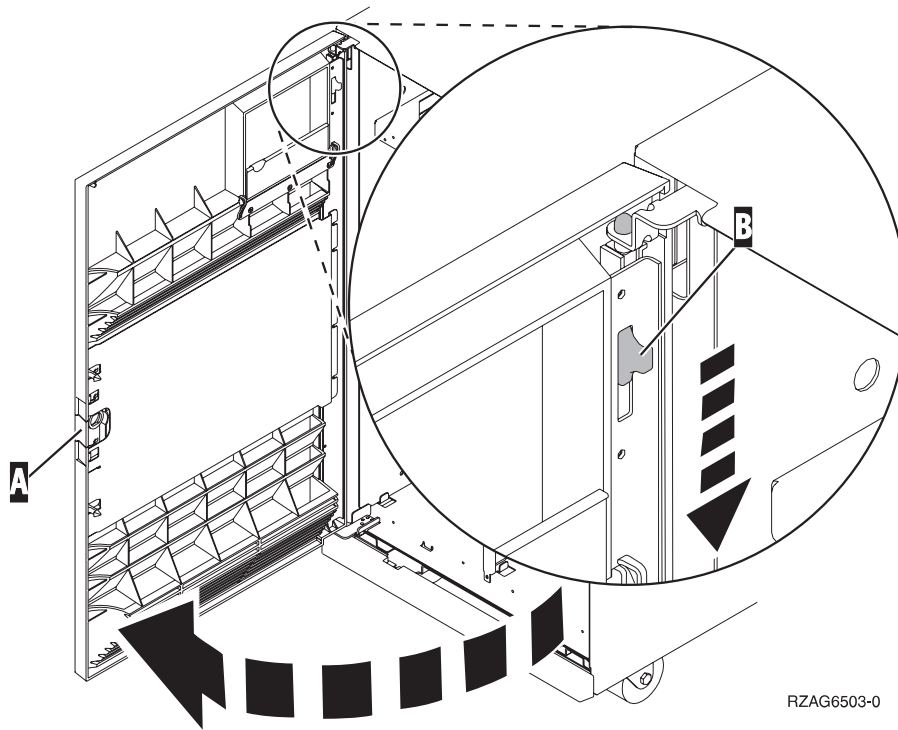
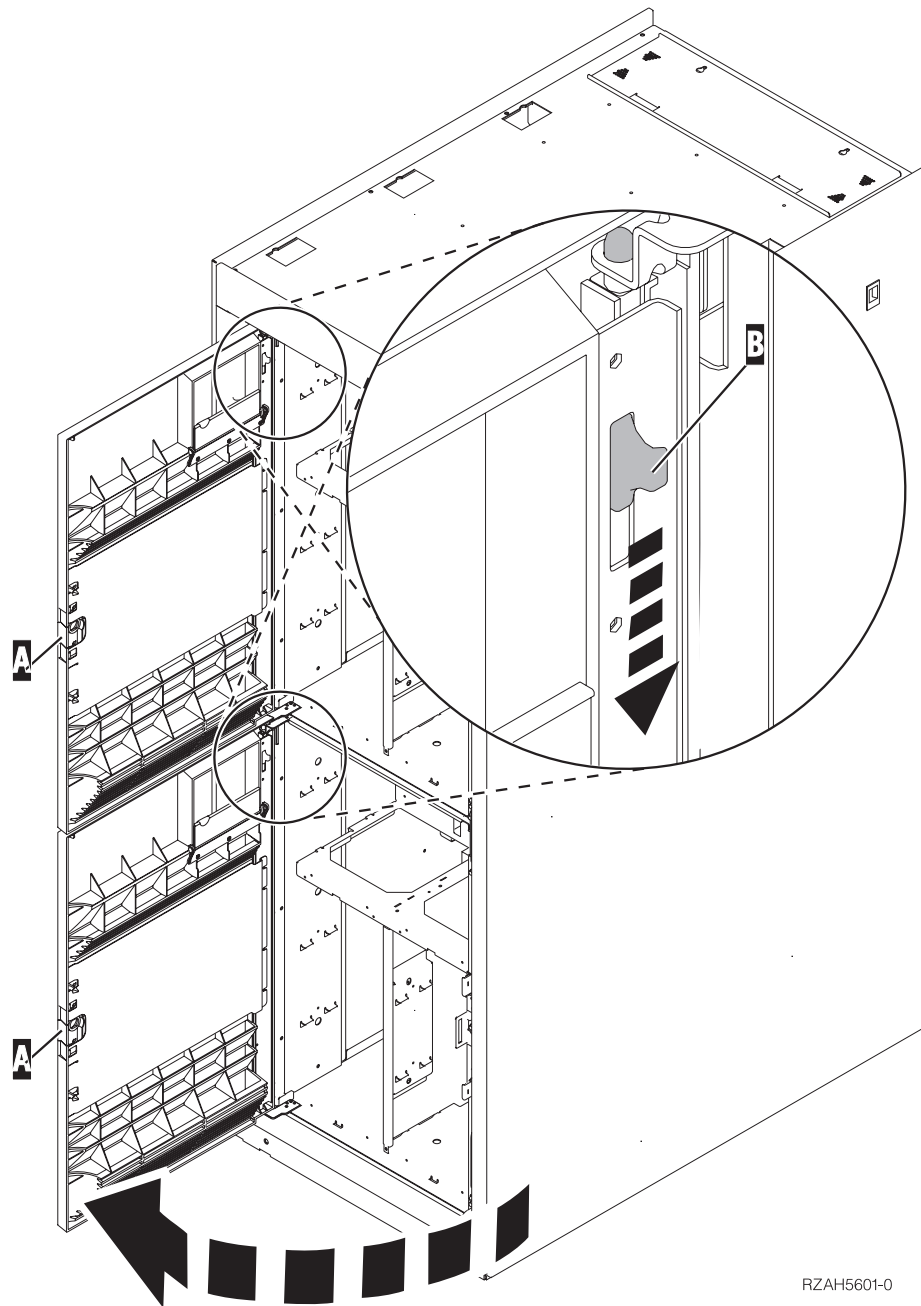

Figura 3. Apertura de la puerta de la cubierta frontal (5074, 5094, 5095, 8093, 830, 840, 870, 890)
Figura 4. Apertura de la puerta de la cubierta frontal (5079)
- ___ 2. Abra la cubierta frontal **A** (Figura 3 en la página 8, 5074, 5094, 5095, 8093, 830, 840, 870 u 890; Figura 4 en la página 9, 5079 o 5294).
- ___ 3. Abra la cubierta frontal **A** (Figura 3 en la página 8, 5074, 5094, 5095, 8093, 830, 840, 870, 890; Figura 4 en la página 9, 5079 o 5294).
- ___ 4. Si es necesario, utilice el pestillo señalado con la letra **B** para retirar la cubierta frontal (Figura 3 en la página 8, 5074, 5094, 5095, 8093, 830, 840, 870, 890; Figura 4 en la página 9, 5079 o 5294).